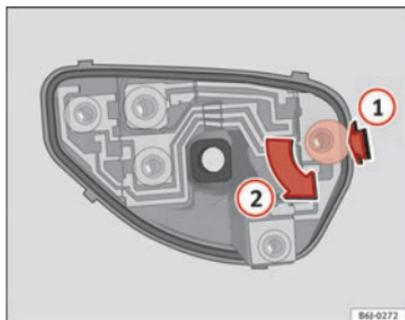

Abb. 178 Glühlampenersatz Rückleuchten
- Nach dem Abnehmen des Lampenträgers drücken Sie in Richtung des Pfeils **(1)** und drehen gleichzeitig in Richtung des Pfeils **(2)** ⇒ Abb. 178.